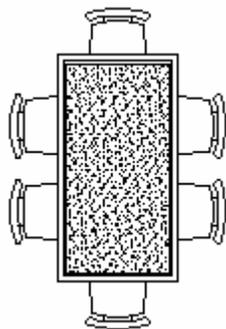

图 6-1-21
**STEP 05** 使用旋转命令 ROTATE 将餐桌与餐椅一起旋转 90°，如图 6-1-21 所示，其具体操作步骤如下：
// 框选如图 6-1-21 所示的整个餐桌与餐椅